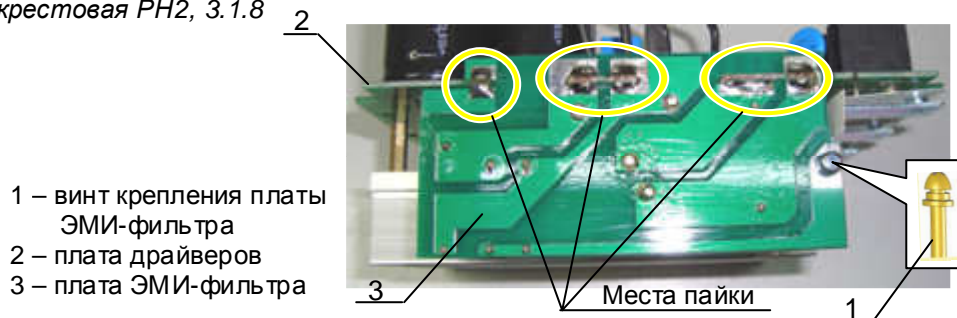

Рис.6.15
6.9.1. Выкрутить винт 1 (рис. 6.15). Положить винт в тару.
6.9.2. Отпаять плату ЭМИ-фильтра 2 (рис.6.15). Места пайки обозначены на рисунке жёлтым контуром. Положить плату в тару.